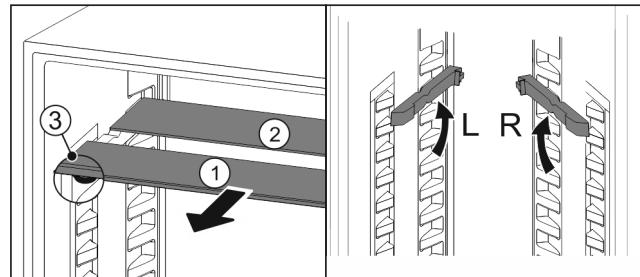

Fig. 57
- Izvucite Fig. 57 (1) staklene ploče jednu po jednu prema naprijed.
- Staklena ploča Fig. 57 (1) s ukrasnom letvicom nalazi se sprijeda.
- Zaustavljači Fig. 57 (3) su usmjereni prema dolje.